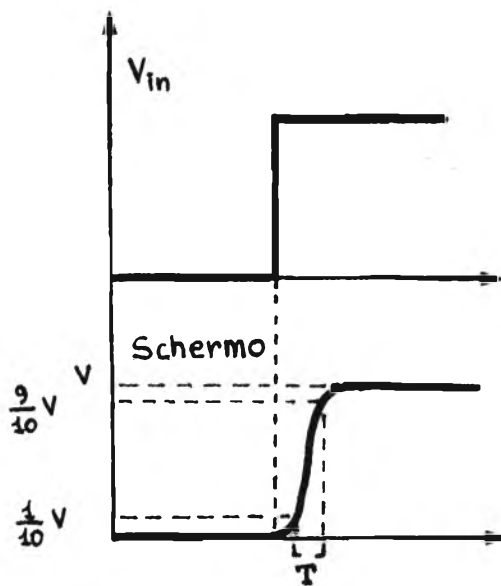

Figura 4 - Illustrazione del tempo di salita di un oscilloscopio.
3) **Tempo di salita:** è il ritardo con cui lo strumento risponde alle tensioni esterne applicate in ingresso, espresso in microsecondi (μs) o nanosecondi (ns). Con riferimento alla figura 4, se V_{in} è la tensione applicata effettivamente in ingresso, sullo schermo si rischia di osservare un andamento che non è quello reale, ma che è arrotondato nel caso di un'onda quadra. Il tempo di salita è strettamente collegato alla banda passante e vale la relazione:
Volendo misurare praticamente il tempo di salita, questi è il tempo necessario per passare dal 10% del valore finale al 90% del valore finale (vedi figura 4).